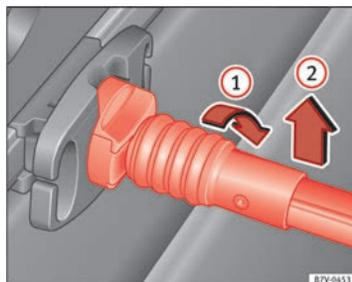

Fig. 98 Desenganche la red para el equipaje.
- Gire la varilla de sujeción 90° hacia la derecha ⇒ fig. 98 ① hasta que se vea la marca roja en la varilla. Extraiga la varilla de sujeción hacia arriba ②.